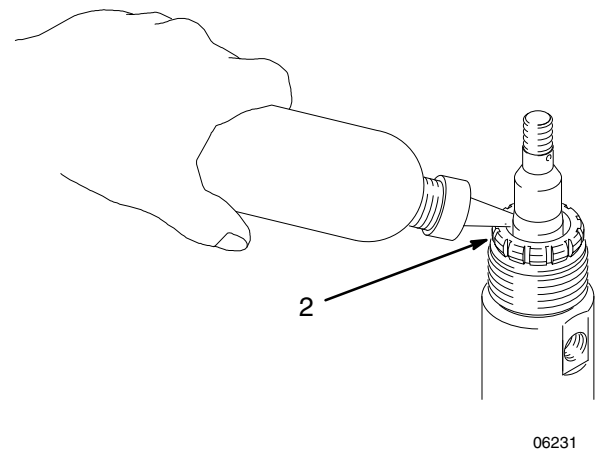

Fig. 1
Antes de empezar, rellenar la tuerca de empaquetadura (2) con el sellador líquido de embocaduras (Throat Seal Liquid, TSL) de Graco u otro solvente compatible. Ver la Fig. 1.